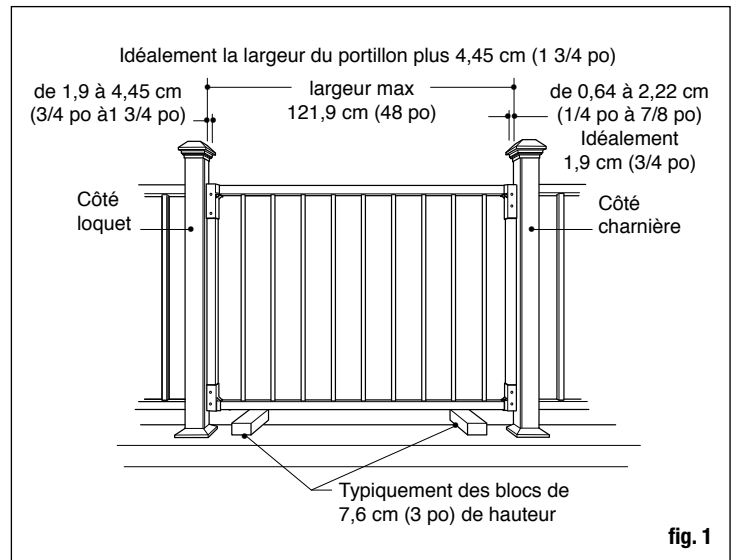

fig. 1
Étape 2 Les charnières du portillon permettent des écartements de 0,64 à 2,22 cm (1/4 po à 7/8 po), idéalement 1,9 cm (3/4 po). Le loquet permet des écartements de 0,95 à 4,45 cm (3/8 po à 1 3/4 po). Établissez l'écartement souhaité puis déduisez-le de l'espace d'ouverture. On recommande 4,45 cm (1 3/4 po) mais cela peut varier entre 1,6 à 6,35 cm (5/8 po et 2 1/2 po) (fig. 1).
Étape 8 Soutenez le portail en plaçant des blocs prédécoupés sous le rail inférieur et entre les poteaux (fig. 1). L'espacement de 7,6 cm (3 po) est typique, mais peut être supérieur ou inférieur selon les codes du bâtiment locaux. Selon le code du bâtiment modèle, tous les espaces doivent être inférieurs à 10,1 cm (4 po). Assurez-vous que le bas de la barrière sera suffisamment haut pour dégager tous les obstacles, comme la garniture de la base du poteau, le cas échéant.
Étape 9 Assurez-vous que le portillon est d'aplomb et à niveau et fixer les charnières (E) au poteau.